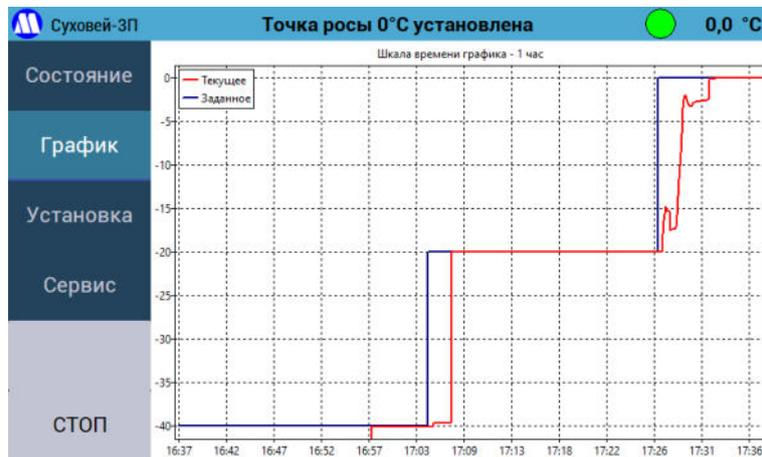

Рисунок 32 – Процесс установки нескольких значений температуры точки инея на графике.
8.5.16. Процесс изменения воспроизводимой генератором температуры точки росы/инея можно наблюдать в графической форме, нажав на кнопку «График» в основном меню. В этом режиме на дисплее в графической форме выводятся графики зависимости требуемого (синий) и заданного (красный) значений температуры точки росы/инея от времени (см. Рисунок 32). Переключить масштаб графиков по оси X можно либо нажимая на область графиков (по возрастанию), либо нажимая на кнопку «График» (по убыванию), либо в меню «Настройки отображения» - см. п.7.2.10.1). Перерисовка графика в соответствии с новой шкалой произойдет при очередном опросе генератора (обычно не более 2 секунд). Масштаб графиков по оси Y выбирается автоматически.
8.5.19. В процессе перехода между требуемыми значениями влажности показания генератора могут меняться нелинейно (см. Рисунок 32 – переход от точки  $-20\text{ }^{\circ}\text{C}$  к точке  $0\text{ }^{\circ}\text{C}$ ). Это нормально и происходит из-за того, что сначала происходит установка температуры конденсационной камеры (с допустимым перерегулированием), затем установка требуемого давления в насытителе.